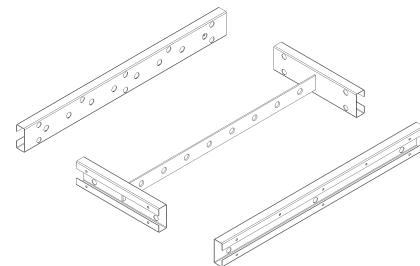

Bild 10
3. Man platziert die Zargen und Querstrebe(n) ungefähr nach Nenngröße auf einem ebenen Untergrund, wobei man die Querstrebe(n) in die Zarge mit Ausklinkung schiebt (Bild 10).